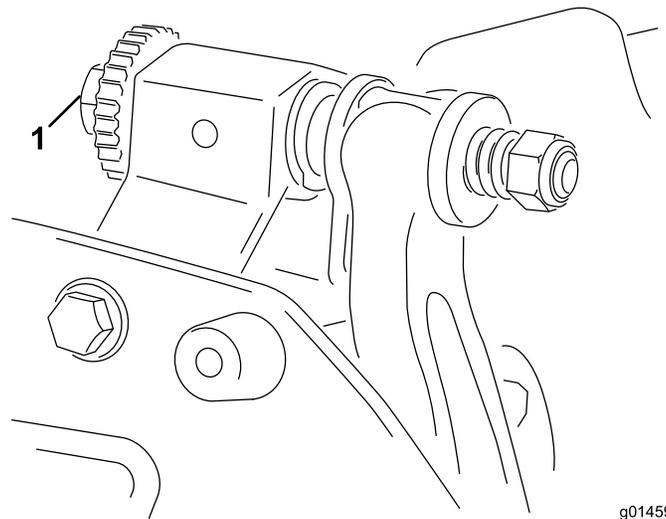

Figure 8
- A. Tournez les vis de réglage de la barre d'appui dans le sens horaire (Figure 8), un cran à la fois, jusqu'à ce que vous sentiez et entendiez un léger contact.
6. Tournez la vis de réglage droite de la barre d'appui (Figure 8) jusqu'à ce que vous sentiez une légère pression sur la cale lorsque vous la faites glisser d'un côté à l'autre. Enlevez la cale.